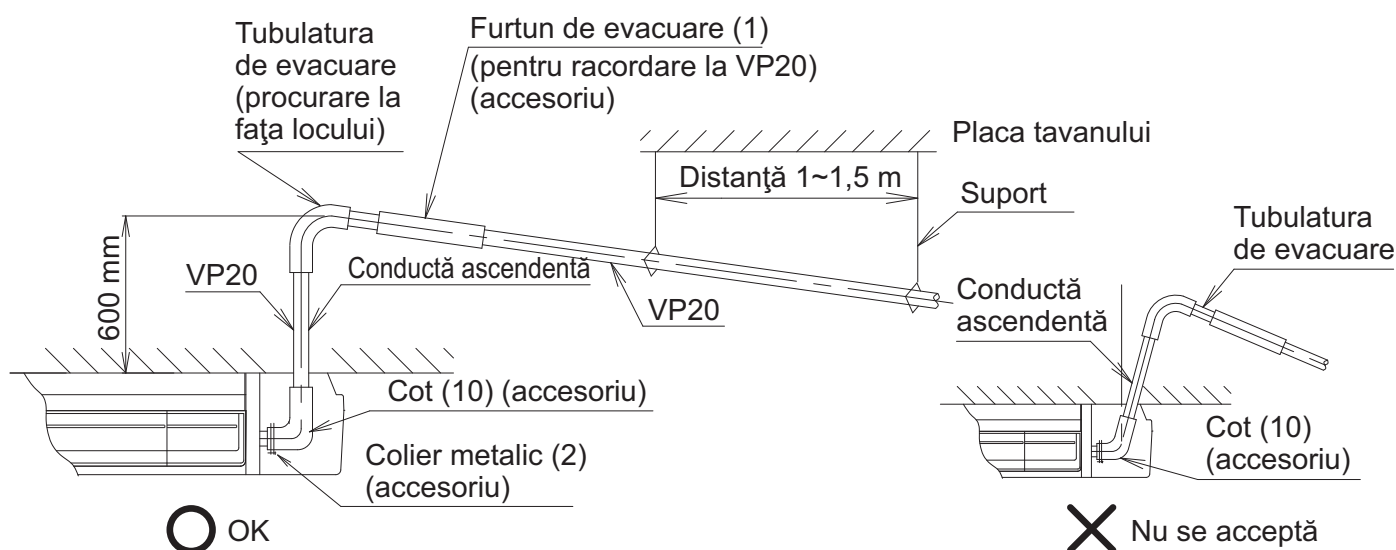

Fig. 29
- Instalați suporturile la distanțe de 1 până la 1,5 m, astfel încât tubulatura să nu se încovoie. **(Consultați Fig. 29)**
- Instalați vertical conducta montantă a golirii. **(Consultați Fig. 29)**
- Aveți grijă să utilizați furtunul de golire (1), cotul (10) și materialul de etanșare (mare) (8) anexate unității interioare ca accesorii.